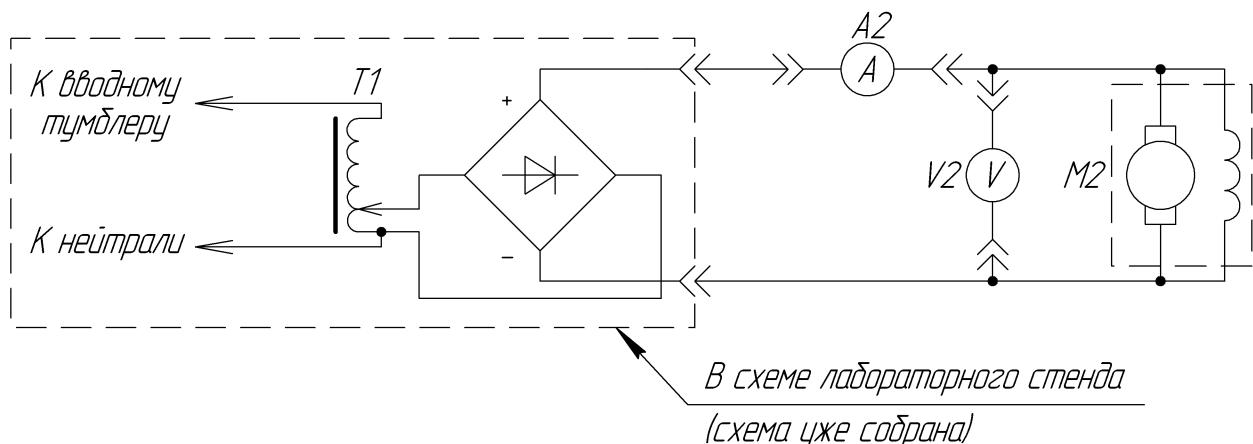

Рис. 8. Схема для проверки рабочих параметров двигателя постоянного тока
1. Соберите электрическую схему, показанную на рис. 8.
Для проверки рабочих параметров двигателя соберите схему как на рис. 8.
Схема монтируется, как на рис. 8. Проверьте правильность монтажа при помощи тестера. Подготовьте стенд к работе от сети: выведите регулятор ЛАТРа в положение, соответствующее минимальному выходному напряжению, убедитесь, что остальные аппараты, не используемые в работе, не попадут под напряжение при включении стендса.